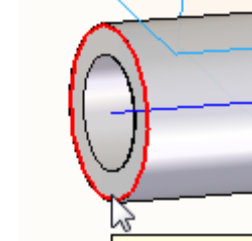

Fig. 8.26 Selecție muchie pentru pornirea filetului
- selectam muchia de pornire a filetului (fig. 8.26)